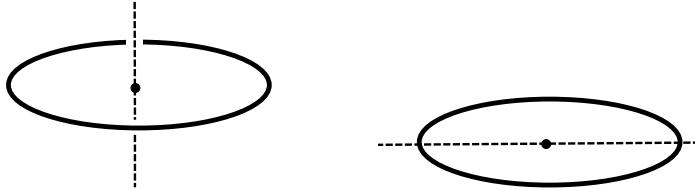

図 10.5: 円輪の中心を通り, 円輪の作る平面に垂直な回転軸 (左) および円輪の作る平面に沿う回転軸 (右). どちらも質量 M , 半径 r .
- (3) 質量 M , 半径 a の細い円輪の中心を通り円に垂直な軸周りの慣性モーメントおよび質量 M , 半径 a の薄い円柱殻の中心を通り円柱に平行な軸周りの慣性モーメント : $I = Ma^2$
円輪の中心を通り, 円の作る平面に沿う軸周りの慣性モーメントは (1) と同じ $I = \frac{1}{2}Ma^2$ (図 10.5)